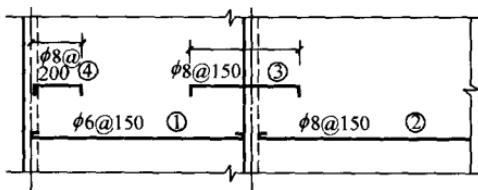

图 1-1-1 钢筋在平面图中的配置
1. 钢筋在平面图中的配置应按图 1-1-1 所示的方法表示。